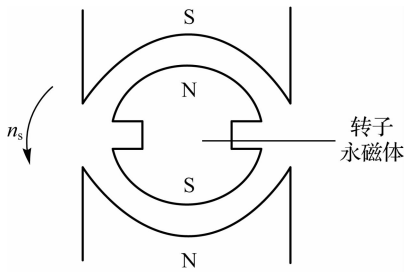

图 2-16 永磁同步电机模型
永磁同步电机工作原理如图 2-16 所示。电机定子三相绕组接入三相对称交流电而产生旋转磁场, 故用旋转磁场 S、N 来模拟。根据磁极异性相吸、同性相斥的原理, 无论定子的旋转磁极与转子永磁体起始时相对位置如何, 定子的旋转磁极总会由于磁拉力而拖着转子同步旋转。
1. 绘制图 2-16,简述永磁同步电机的结构原理。